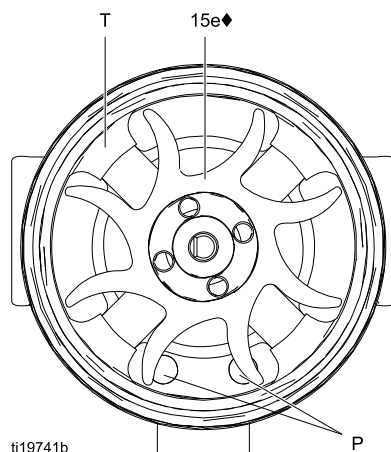
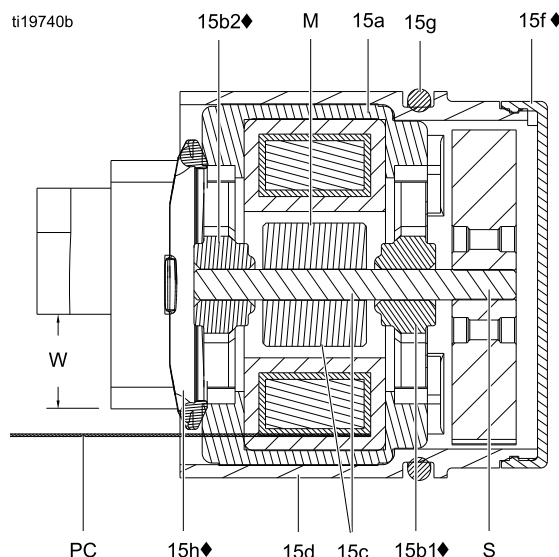

Figure 34 Ventilatorens retning
Figure 35 Tværsnit af generator
12. Fastspænd spolen (15a) i en høvlebænk, så ventilatoren vender opad. Tryk ventilatoren (15e) ned på akslens (S) lange ende. Ventilatorbladene skal vende som vist.
13. Tryk forsigtigt spolen (15a) ind i husets (15d) forende, og sørg for, at stiften på spolen er oprettet efter spalten i huset. Stikket med 3 ledere (PC) skal placeres under det bredeste hak (W) i husets tapper som vist på fig. 35. Sørg for, at spolens passtifter (P) er placeret som vist i fig. 34.
14. Drej ventilatoren (15e), så dens blade ikke rammer de fire lejetapper (T) bag på huset. Sørg for, at bundlejets (15b1) blade er oprettet i forhold til fligene.